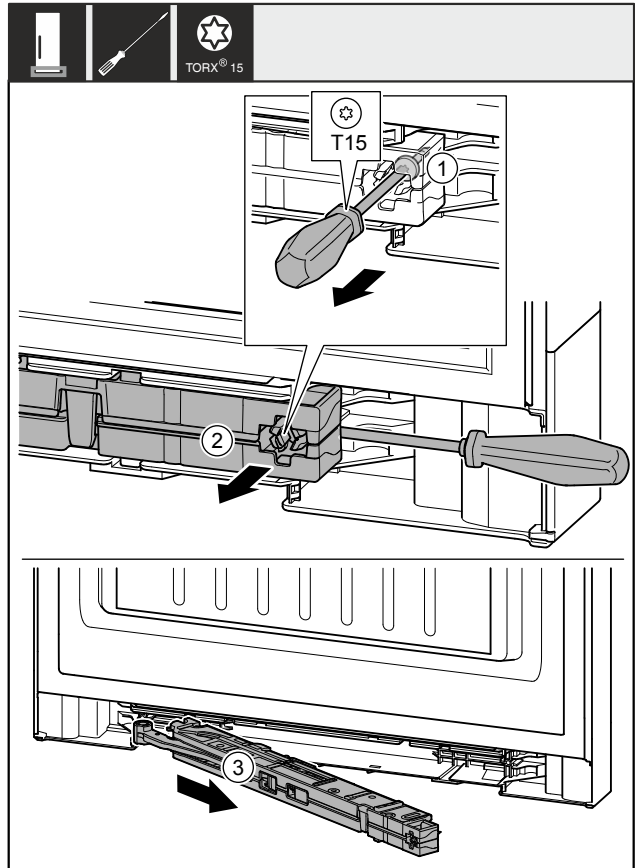

Fig. 11
- Schroef Fig. 11 (1) op sluitdemperunit met een schroevendraaier ca. 14 mm losdraaien.
- Hef de sluitdemperunit Fig. 11 (2) aan de greepzijde naar voren met een schroevendraaier.
- Sluitdemperunit Fig. 11 (3) uittrekken.